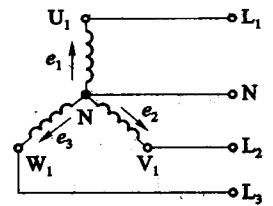

图 1-10 三相电源的星形连接
(2) 三相电源的星形连接 如图 1-10 所示，将三相电源的三个绕组的末端  $U_2$ 、 $V_2$ 、 $W_2$  连接在一起，该公共点称为电源中点或零点，用  $N$  表示。从中点引出的线称为中线或零线，从三个始端  $U_1$ 、 $V_1$ 、 $W_1$  引出的线称为相线或端线，俗称火线。我们将这种连接称为星形连接。如果有中性线，就叫做三相四线制，而把无中性线的称为三相三线制。